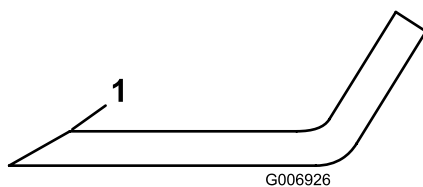

Figure 33
1. Au moyen d'une lime, aiguiser les tranchants aux deux extrémités de la lame (Figure 33) en veillant à conserver l'angle de coupe d'origine. Limez la même quantité de métal sur chacun des deux tranchants pour ne pas déséquilibrer la lame.